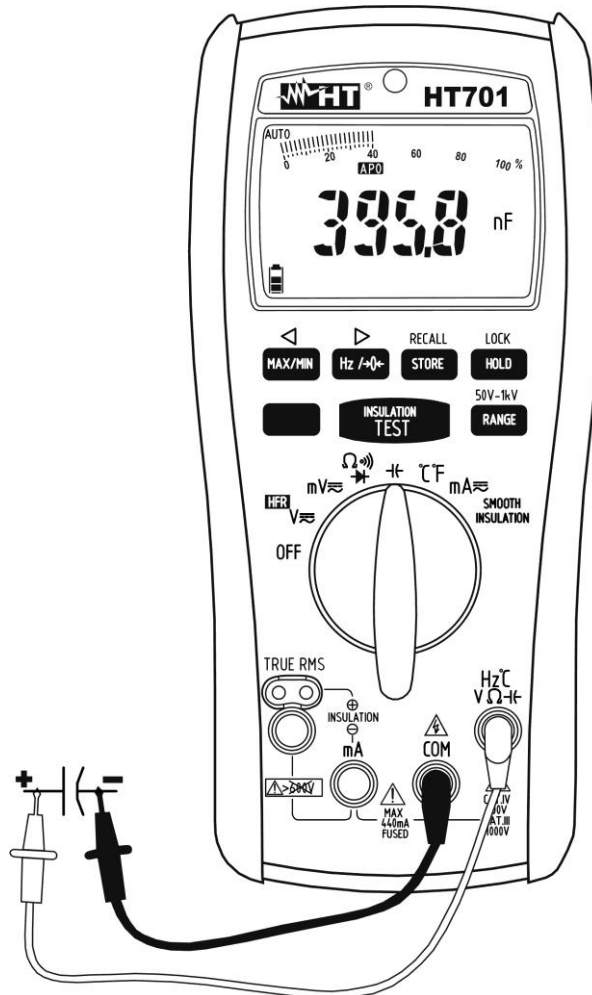

Fig. 8: Uso dello strumento per misura di Capacità
4. Inserire il cavo rosso nel terminale di ingresso **Hz°CVΩ** ed il cavo nero nel terminale di ingresso **COM** (vedere Fig. 8)